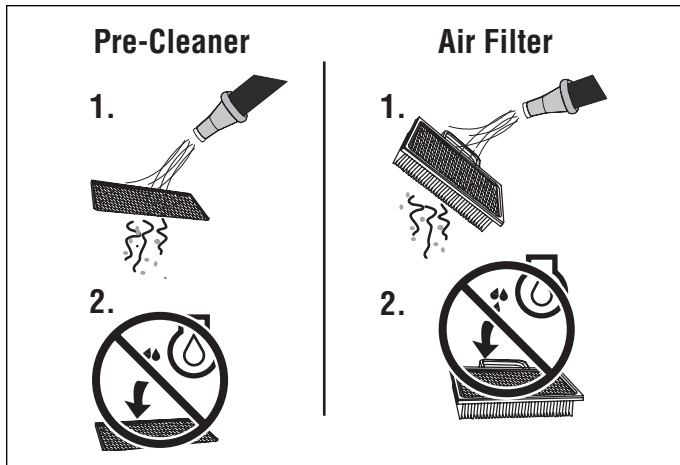

Figure 36. Entretien du filtre à air
1. Figure 36. Laver le pré-dépoussiéreur au détergent liquide et à l'eau.
1. Figure 36. S'il est marqué « Lavable », le filtre peut être lavé à l'eau tiède et au savon doux.